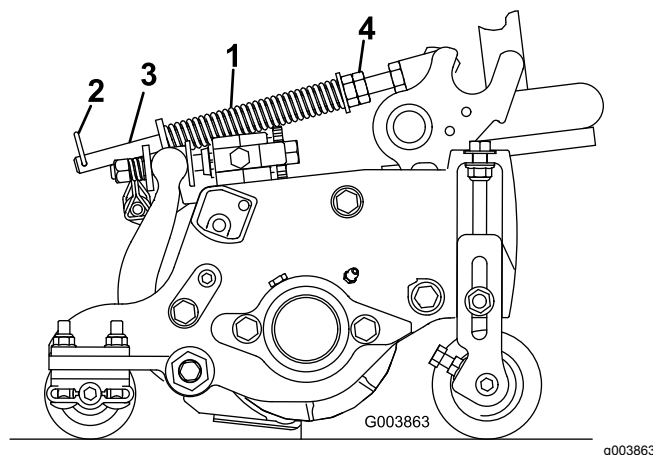

Figura 14
1. Verificate che la coppiglia sia montata nel foro posteriore dell'asta della molla (Figura 14).
2. Serrate i dadi esagonali sulla parte anteriore dell'asta della molla fino a ridurre la lunghezza compressa della molla a 12,7 cm sugli apparati di taglio da 12,7 cm oppure a 15,9 cm sugli apparati da 17,8 cm (Figura 14).
La molla di compensazione del manto erboso trasferisce inoltre il peso dal rullo anteriore a quello posteriore (Figura 14). per contribuire a ridurre l'ondulazione del manto erboso, detta anche fluttuazione o bobbing.